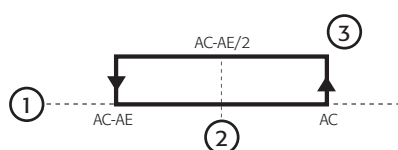

Fig. 4.l
- Indica a ultraassagem do limite entre Ac e AE (derivado do calculo: $Ac-AE/2$, ver Fig. 4.l);
- Indica a ultrapassagem do set point de temperatura Ac (ver Fig. 4.l);